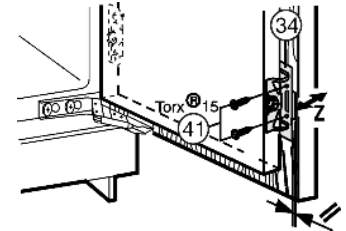

Fig. 28
- ▶ Deur van het apparaat met schroeven Fig. 28 (41) door de bevestigingshoek Fig. 28 (34) op de kastdeur vastschroeven.